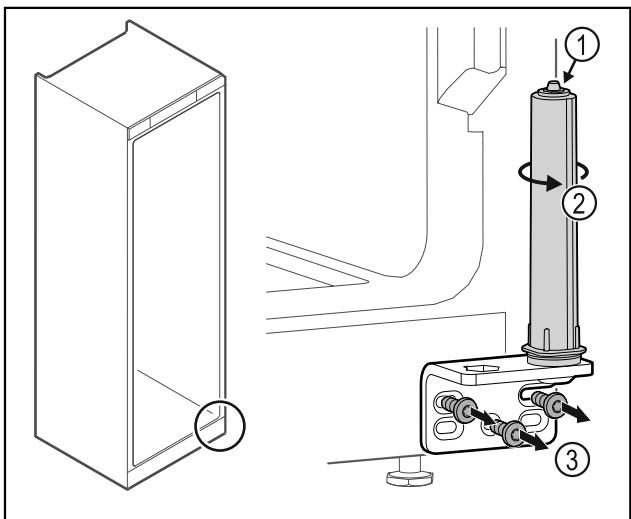

Fig. 38
- ▶ Не разглобявайте затварящата система на вратата Fig. 38 (1).
- ▶ Върнете затварящата система Fig. 38 (2), докато тя щракне.
- ▶ Развинете ъгъла на пантата Fig. 38 (3).